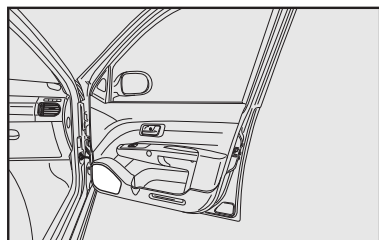

fig. 124
- alto-falantes na porta dianteira **fig. 124**.